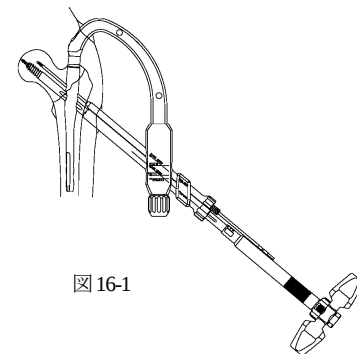

図16-1
- 14) ラグスクリュー T レンチにてラグスクリューを挿入します。(図16-1)